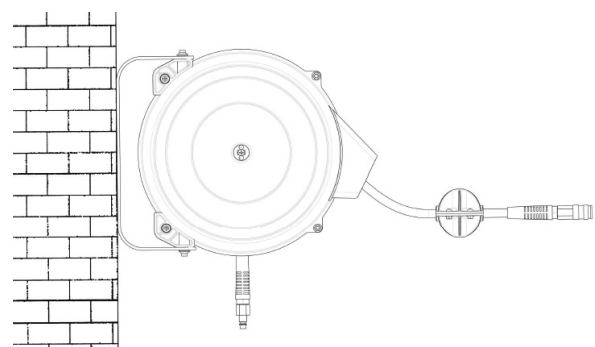

Abb. 5: Montage
Schritt 4: Richten Sie die Bohrungen am Gehäuse des Schlauchaufrollers an der Bohrung der Halterung aus. Setzen Sie die Schrauben mit dem entsprechenden Durchmesser in die Löcher in der Halterung und im Trommelgehäuse ein (Abb. 5).